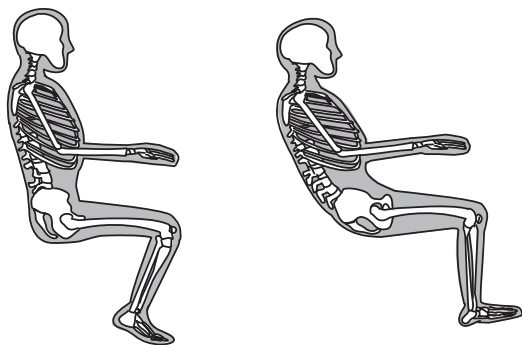

図 5-31 座骨が大腿骨より下がってればアンカの効果があるが、骨盤が後傾すると座骨が引っ込み、アンカがきかない
① バックサポート角度
② 座面角度の調節
③ 背張りの調節
④ クッションの選定
- 骨盤が後傾していると、坐骨の高さが大腿骨に近づき、アンカーはあまり効果がありません。(図 5-31)